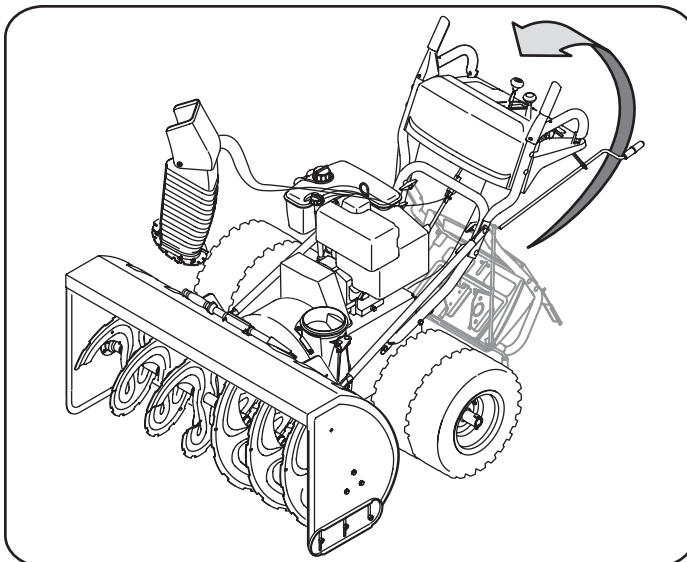

Figura 1
- b. Extraiga la perilla en estrella y el tornillo del carro a cada lado de la manija superior. Tire hacia arriba de la manija superior según se muestra en la Figura 1. Alinee la manija superior con la manija inferior. Asegúrese de que los resortes del extremo inferior de la barrena y los cables de la transmisión estén enganchados firmemente en el respectivo soporte del accionador.